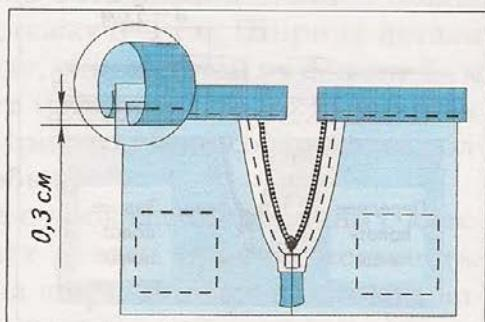

Рис. 49.
6. Подогнуть срез внутренней части пояса на 0,7 см и заметать. Приметать, перекрывая шов притачивания пояса на 0,3 см (рис. 49).